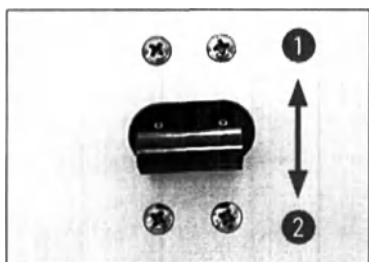

Рис. 12
- Для включения необходимо перевести автоматический выключатель в верхнее фиксирующее положение (положение выключателя 1) (→ "Рис. 12"); (→ "Рис. 12-1").
- Включите прибор с помощью автоматического выключателя (→ "Рис. 12"). Начнется инициализация прибора.